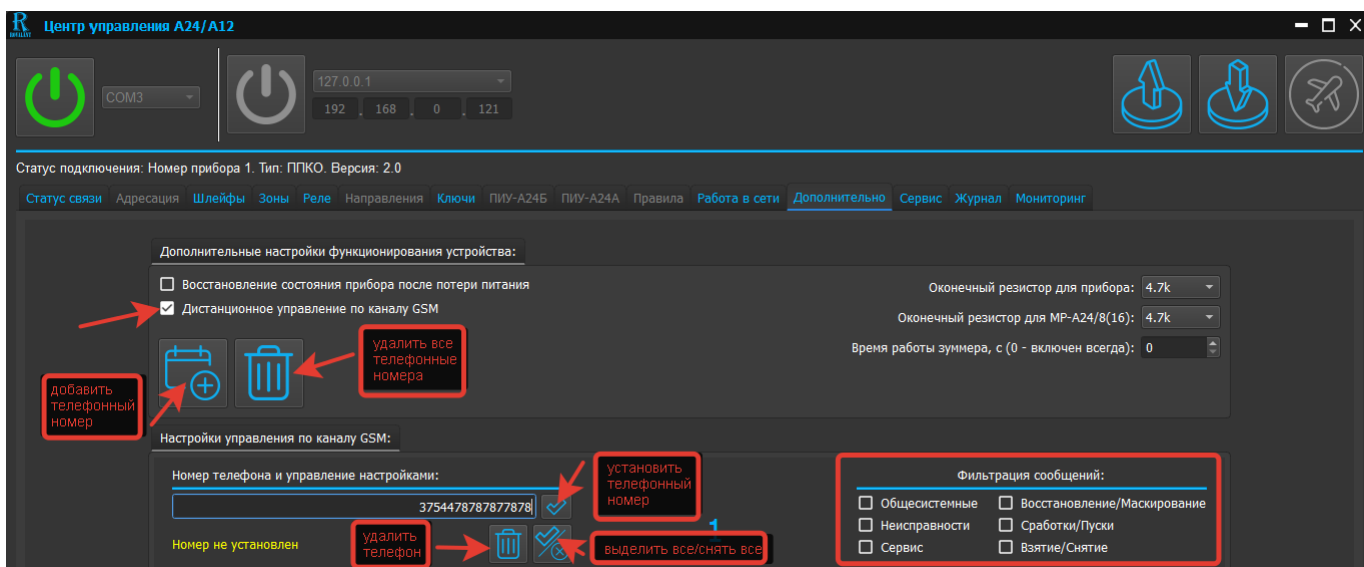

Рис. 58. Скриншот окна редактирования настроек «Дистанционное управление по каналу GSM»
6.6.2 Настройка «Дистанционное управление по каналу GSM» (см. рисунок 58)